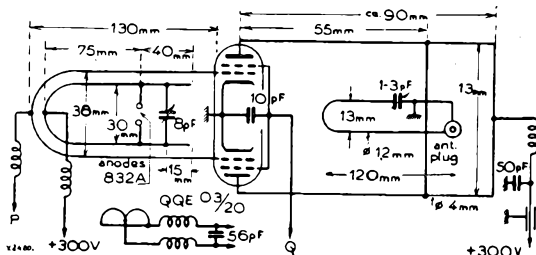

Fig. 3. Eindtrap voor 70 cm zender, uitgevoerd met QQE03/20. Voor gegevens betreffende de smoorspoeltjes in de voedingsleidingen zie men de tekst
## Eindtrap (fig. 3)
Van een op deze wijze geconstrueerde eindtrap met QQE03/20 geeft fig. 3 het schema, met de belangrijkste afmetingen. „Onderdelen” zitten er eigenlijk niet in, het is meer „plumbers delight” werk, of als u wilt zilversmids-werk, want hoewel dit in deze uitvoering nog niet werd gedaan, behoren de delen waaruit de Lecher-systemen zijn samengesteld, bij voorkeur verilverd te worden. Dit om de verliezen zo gering mogelijk te houden.
**Fig. 4.** De stuurtrappen voor de eindtrap uit fig. 3. L1 = 25 wind., 0,8 mm, spoeldiam. 15 mm. L2 = 15 wind., 1,2 mm, spoeldiam. 15 mm, breedte ca 3 cm. L3 = 4 wind., 2 mm, spoeldiam. 15 mm, breedte ca 2 cm